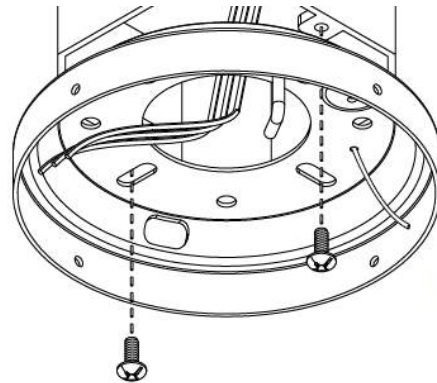

Figure 1.
- Faites passer les fils électriques provenant du plafond à travers l'orifice central du support de fixation plafond (voir Figure 1.)